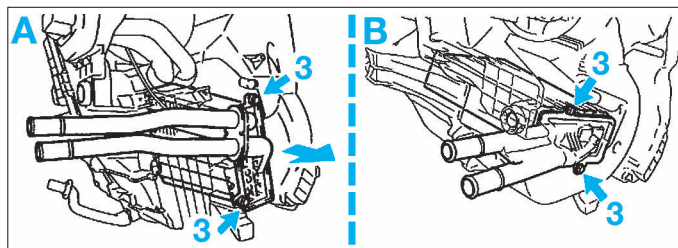

FIG. 19
- Déposer les deux vis de fixation (3) (fig. 19).